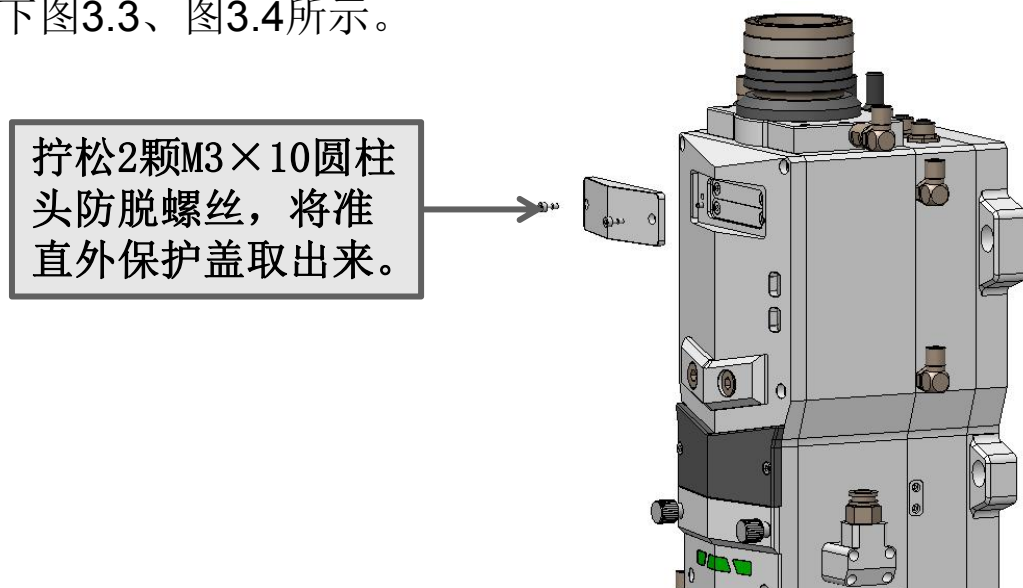
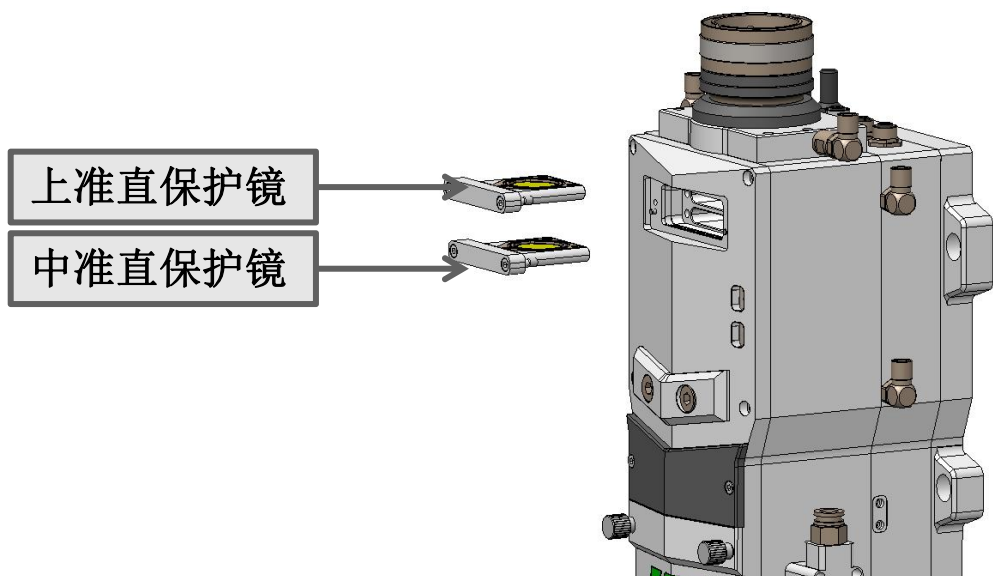

图3.3
图3.4
5.1.1 上、中准直保护镜（两保护镜抽屉相同）的拆装，拆装方法如下图3.3、图3.4所示。